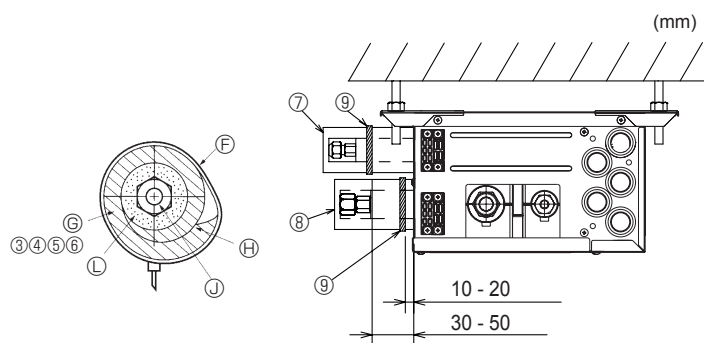
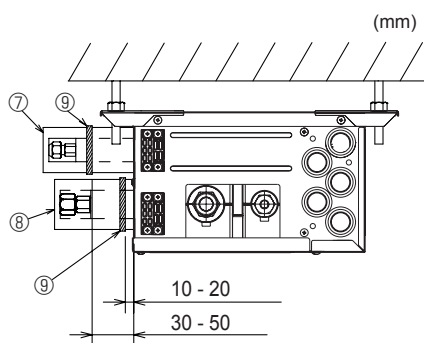

Fig. 7-3
Fig. 7-4
- (1) Fjern de koniske møtrikker og dækslerne fra forgreningsdåsen.
- (2) Udvid enderne på væske- og gasrørene, og påfør kølemiddelolie (anskaffes lokalt) på det koniske sæde. Må ikke anvendes olie til gevindafsnittet.
- (3) Forbind kølemiddelrørene med det samme. Sørg altid for at stramme de koniske møtrikker med det moment, der er angivet i tabellen nedenfor, ved hjælp af en momentnøgle og en skruenøgle.
- (4) Tryk rørafdekningerne 3 og 5 på væskerørene ind mod enheden, og hold dem på plads med bevikling. (Fig. 7-3)
- (5) Tryk rørafdekningerne 4 og 6 på gasrørene ind mod enheden, og hold dem på plads med bevikling. (Fig. 7-3)
- (6) Påsæt de medfølgende remme ⑨ i en afstand af 10-20 mm fra hver ende af rørafdekningerne (③ ④ ⑤ ⑥).
- (7) Hvis indendørsenheden ikke er forbundet, skal de medfølgende rørafdekninger (med dæksler, ⑦ og ⑧) tilsluttes forgreningsdåsens kølemiddelrørforbindelser for at undgå, at der drypper kondensvand fra rørene. (Fig. 7-4)
- (8) Fastspænd rørafdekningerne (⑦ ⑧) med de medfølgende remme ⑨.
► Brug følgende fremgangsmåder til de dele af forgreningsdåsen, som ikke er forbundet til en indendørsenhed. (Fig. 7-4)
- (1) Kontrollér, at de koniske møtrikker er strammet i overensstemmelse med de i Tabel 3 angivne tilspændingsmomenter, så kølemiddellækager forhindres.
- (2) Monter rørfafdækning 7, og fastgør dem med de medfølgende remme 8, så kondensdannelse forhindres.